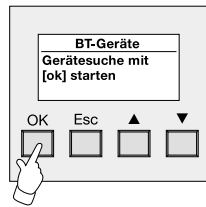

Bild 8:
6. An dieser Stelle fordert das Bluetooth Gateway den Bediener auf, die "OK"-Taste zu betätigen (vgl. Bild 8). Dabei ist sicherzustellen, dass der Dialog 'Einlernen' am Endgerät noch aktiv ist. Eine Betätigung der Taste "ESC" bricht den weiteren Einlernvorgang ab. Weiter mit Schritt 7.